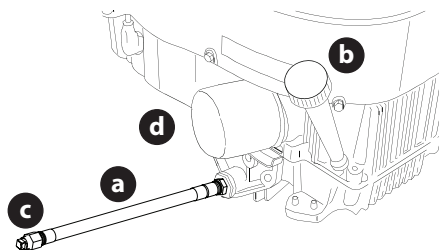

Figure 36
1. Repérez l'orifice de vidange d'huile (a) sur le côté du moteur (Figure 36).
2. Placez un récipient de récupération d'huile approprié d'une capacité d'au moins 2,37 litres sous l'ouverture du tuyau de vidange d'huile pour collecter l'huile usagée. Retirez le bouchon de remplissage huile ou la jauge du tube de remplissage d'huile (Figure 36).
3. Tout en maintenant l'extrémité libre du tuyau de vidange d'huile au-dessus du récipient de récupération d'huile, dévissez le bouchon du tuyau à tête carrée (c) de l'extrémité du tuyau de vidange d'huile (Figure 36). Vidangez l'huile moteur dans le récipient de récupération d'huile.
5. Retirez le filtre à huile (d) et videz-le dans le récipient de récupération d'huile (Figure 36).
6. Remettez le filtre à huile (d) en place, puis remplissez le moteur avec de l'huile neuve comme indiqué dans la notice d'utilisation du moteur (Figure 36).